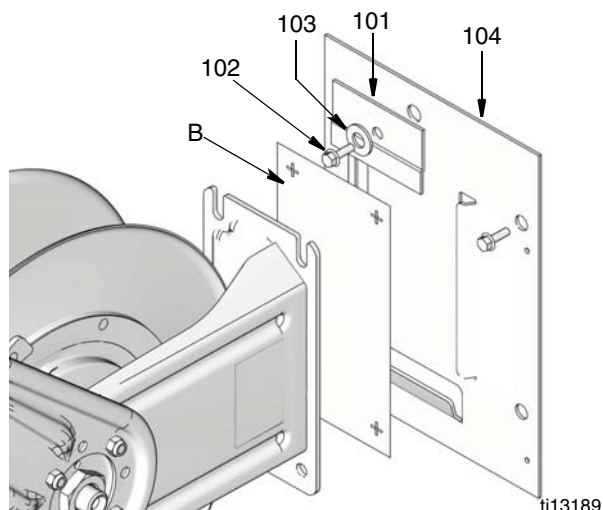

FIG. 10
2. Scegliere il posto per il montaggio del banco di bobine. Montare la bobina su una parete, usando lo schema fornito (B) per la disposizione dei fori.
Si può montare la piastra base (104) sulla parete per installare e rimuovere più agevolmente la bobina, per manutenzione (FIG. 10).
3. Far scorrere la bobina sulla piastra della base (104) e installare la piastra di tenuta (101), la rondella (103) e le viti a testa piatta (102). Serrare saldamente la vite (FIG. 10).